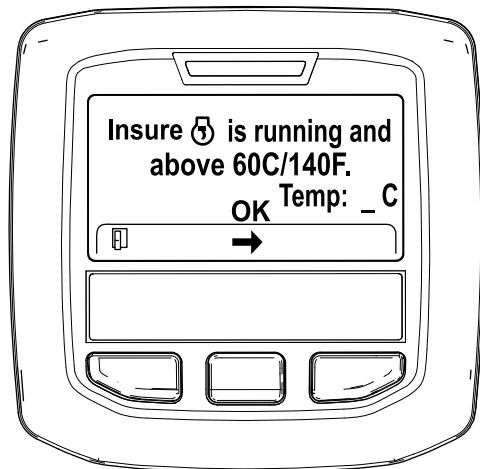

Figura 40
- Si la temperatura del refrigerante se encuentra por debajo de 60 °C (140 °F) aparece el mensaje "Insure  is running and above 60C/140F" (Asegúrese de que está funcionando y por encima de 60 °C/140 °F). (Figura 40).